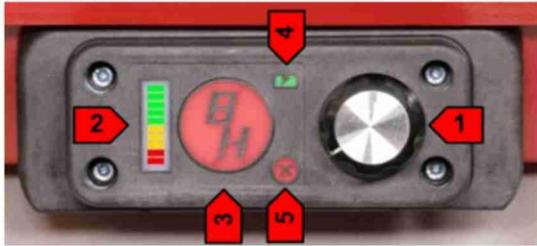
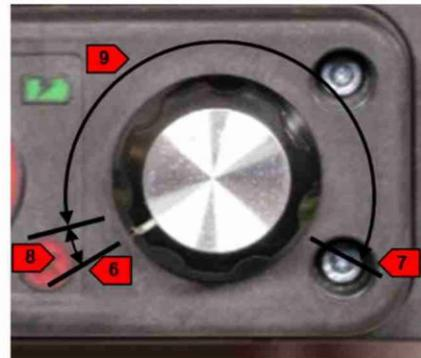

Fig.1
Fig.2
La LED verte (Fig.2 (4)) allumée en continu indique que le ventilateur fonctionne en mode batterie.
Tournez le bouton d'alimentation (Figure 1 (1)) dans le sens des aiguilles d'une montre jusqu'à ce qu'il s'enclenche. Le bouton d'alimentation est maintenant en position zéro (Figure 2 (8)). L'affichage d'état BH (Figure 1 (3)) s'allume en rouge et le projecteur clignote.
L'affichage d'erreur rouge (Figure 1 (5)) s'allume pour signaler un problème avec la batterie. Le ventilateur peut cependant toujours être utilisé en le branchant sur une prise 230 V (sauf si le BMS est défectueux).
Si le bouton d'alimentation (Figure 2 (1)) est en position zéro ou dans la zone de régulation de la vitesse, la batterie n'est pas en cours de charge et le moteur du ventilateur est alimenté directement par le raccordement au secteur 230 V. L'affichage d'état BH est allumé. Le ventilateur peut fonctionner aussi longtemps que nécessaire grâce à l'alimentation 230 V.